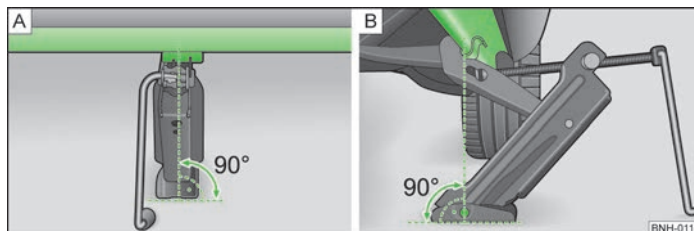

Fig. 114 Colocar el gato
- Fijar el gato de modo que la garra abarque el alma vertical » fig. 114 -  debajo de la muesca en la superficie lateral del larguero inferior.
- Asegurarse de que la placa de base del gato esté con toda la superficie apoyada en un suelo recto y en vertical » fig. 114 respecto a la posición en la que la garra abarca el alma.